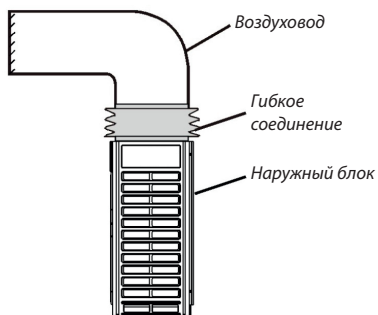

Рисунок 8.11.1
- Для исключения вибрационного шума соединение между блоком и воздуховодом должно быть гибким (как показано на рис. 8.11.1);